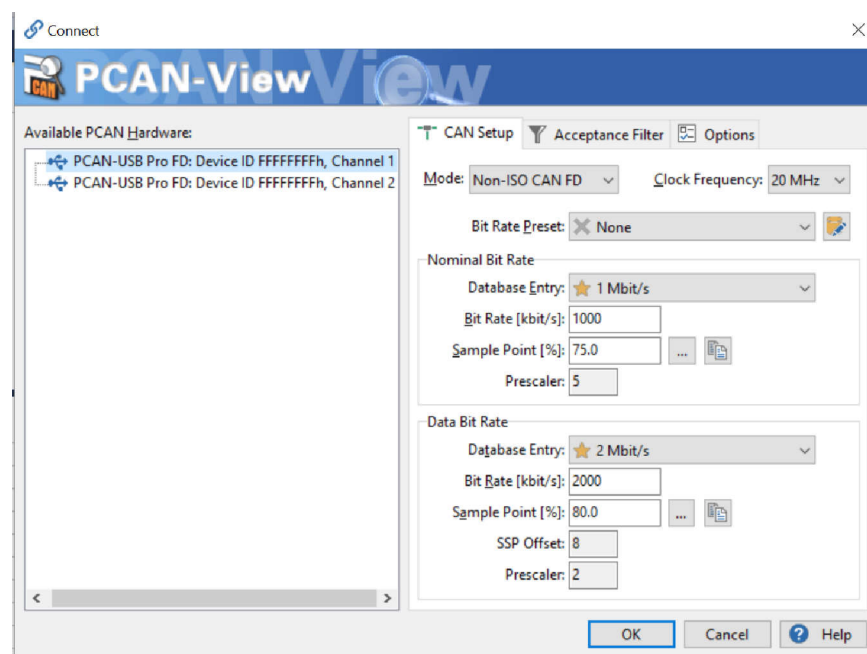

图 3-10. TIDA-020076 软件测试设置：PCAN 视图
有关 PCAN 视图，请参见图 3-10 和以下列表：
2. 选择通道 1，保持默认设置，如图 3-10 所示